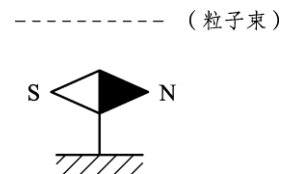

图 1-23
1. 一束带电粒子沿水平方向飞过小磁针上方，如图 1-23 所示。若带电粒子飞过小磁针上方向的瞬间，小磁针 N 极向纸面内偏转，这带电粒子可能是（ ）。